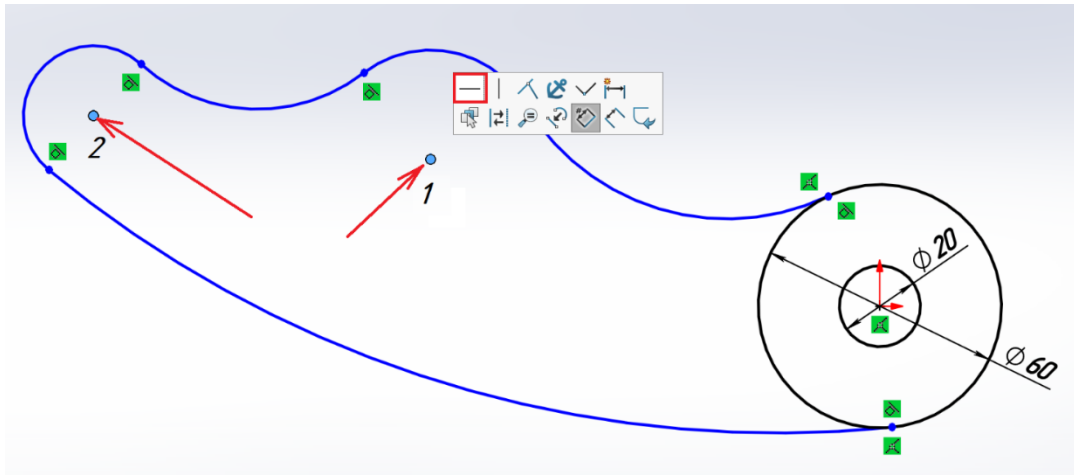

Рисунок 3.5 – Накладення взаємозв'язків «Горизонтальність»
6. Ще потрібно накласти взаємозв'язок «Горизонтальність»  для центрів двох дуг. Для цього потрібно вказати в центр дуги 1, затиснути **Ctrl** або **Shift**, вказати в центр дуги 2. В контекстному меню або в Менеджері властивостей обрати взаємозв'язок «Горизонтальність»  (рис. 3.5). Всі взаємозв'язки визначені, але частина ескізу залишається синього кольору, тому що не вистачає розмірів.